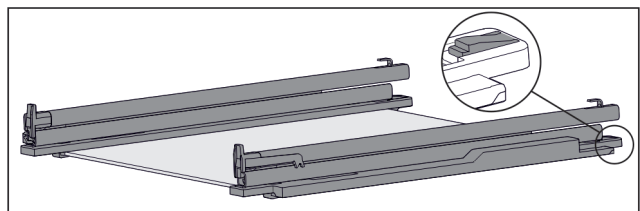

Fig. 110 Glasplaat met rails en vasthouddelen
- ▶ Vasthoudddeel achter omlaag duwen (zie Fig. 110) en tegelijk rails naar achteren schuiven.